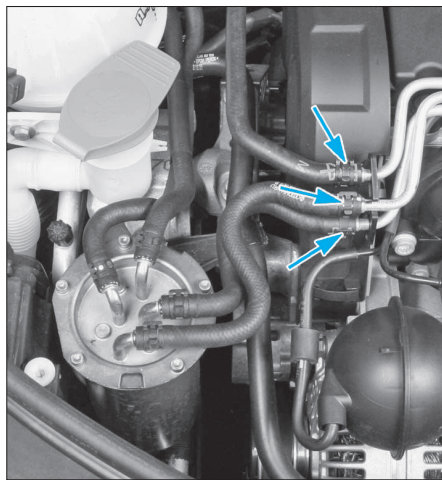

FIG. 9
- Débrancher les canalisations d'alimentation et de retour de carburant afin de les dégager du carter supérieur de distribution ainsi que celle de liquide de refroidissement (Fig.9).